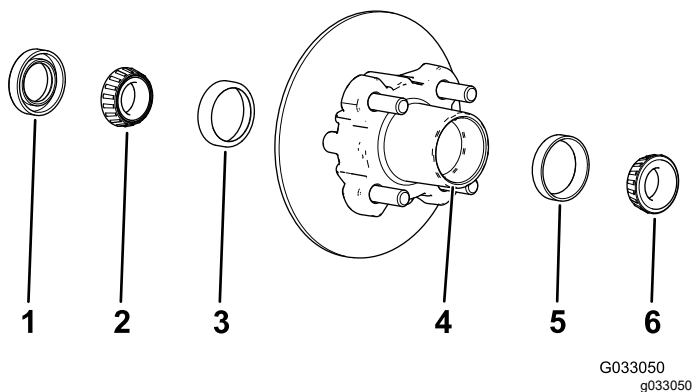

Bild 32
1. Nehmen Sie das Außenlager und den Lagerring von der Radnabe ab (Bild 32).
2. Nehmen Sie die Dichtung und das Innenlager von der Radnabe ab (Bild 32).
5. Entfernen Sie Fett, Schmutz und Rückstände aus dem Hohlraum der Radnabe (Bild 32).
7. Füllen Sie den Hohlraum der Nabe zu 50 % bis 80 % mit der angegebenen Fettsorte (Bild 32).
8. Montieren Sie das Innenlager auf dem Lagerring an der Innenseite der Nabe und setzen Sie die Dichtung ein (Bild 32).